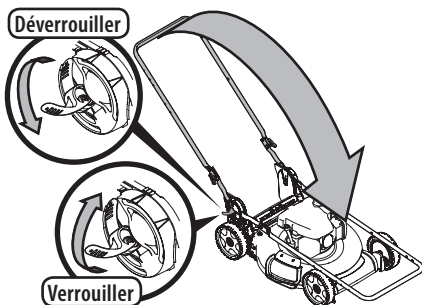

Figure 20
3. Abaissez les deux leviers de réglage pour les déverrouiller. Voir l'encadré de la Figure 20.
4. Rabattez le guidon (b) pour ranger la tondeuse. Voir Figure 20. Veillez à ne pas pincer le câble de commande de la lame ou le câble d'entraînement (le cas échéant) lorsque vous abaissez le guidon.
5. Relevez les deux leviers de réglage pour les verrouiller. Voir l'encadré de la Figure 20.